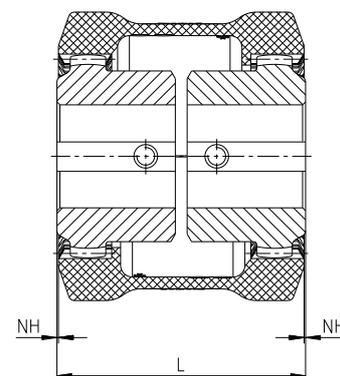

Bild 7: Kupplungseinbau
- Richten Sie die Hülse über die Naben aus und überprüfen Sie das L- bzw. NH-Maß (siehe Bild 7 und Kapitel 1).